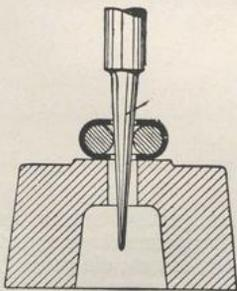

Fig. 1.
**Herstellung der Verbindungen.** Niet- oder Schraubverbindungen werden ohne besondere Verlötung in einfachster Weise wie folgt hergestellt: Die zu verbindenden Drähte oder Seile werden, wenn nötig, blank gerieben und in die Hülsen so weit eingeschoben, daß die Enden ungefähr 5 mm herausragen. Man legt die Verbindung dann auf die Unterlagsplatte und treibt in die Nietlöcher einen konischen Dorn ein (Fig. 1). Die Drähte oder Seile werden hierdurch in die seitlichen Ausbuchtungen gedrängt, so daß in die entstehenden Zwischenräume die Nieten oder Schrauben eingebracht werden können (Fig. 2).